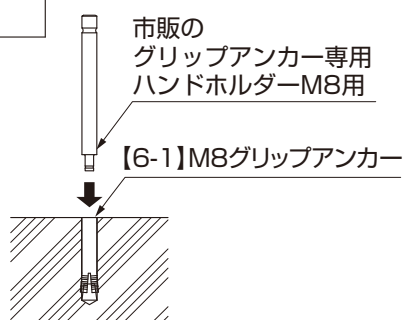

図5-4
④ [6-1]を軽く叩いて挿入し、市販のグリップアンカー専用ハンドホルダーを使用して、手ごたえが変わるまでハンマーで打ち込んでください。(図5-4参照)